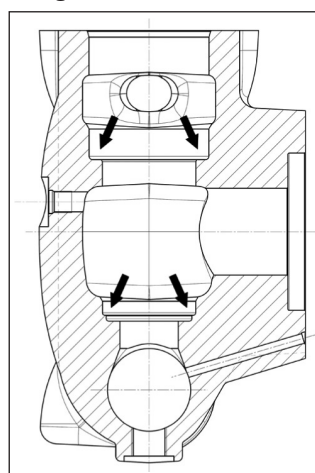

Fig. 88
Antes de reposicionar os grupos da válvula, limpe e enxugue perfeitamente as relativas ranhuras no cabeçote, indicadas pela seta (pos. ①, Fig. 88).